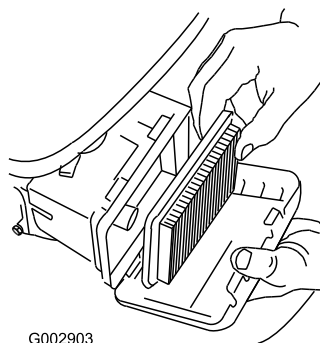

Figure 37
3. Retirez le filtre à air (Figure 37).